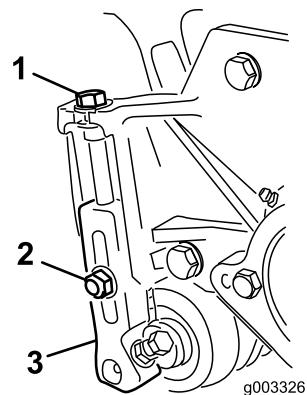

Рисунок 11
3. Ослабьте контргайки, которые крепят кронштейны высоты скшивания к боковым пластинам режущего блока (Рисунок 11).